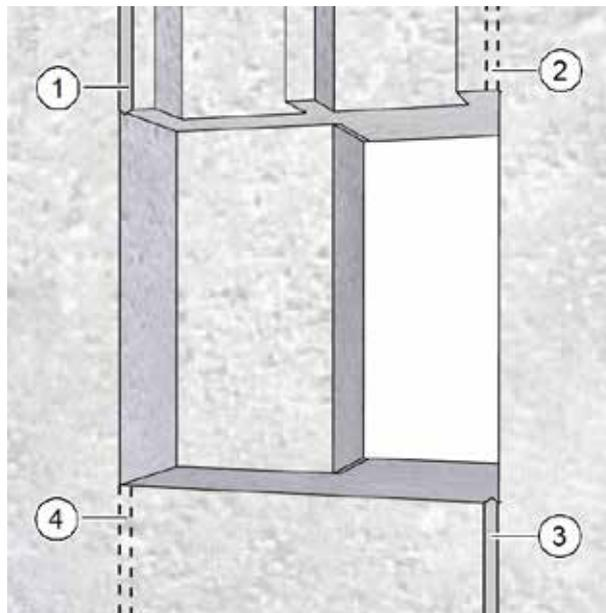

Fig. 12: Fresatura degli incavi nei muri per i cavi d'allacciamento
- ▶ Fresare una canalina per cavi per il cavo di rete (pos. 1 nella Fig. 12) ed eventualmente una canalina per cavi per il cavo di rete (pos. 3 nella Fig. 12).
- Gli incavi nei muri della Fig. 12 sono in via d'esempio. Canaline per cavi alternative sono rappresentate tratteggiate nella figura (pos. 2 e 4 nella Fig. 12). Per la successiva instal-lazione elettrica è consigliabile fare passare il cavo di rete da sinistra ed event. il cavo di comando da destra dall'apertura del muro.